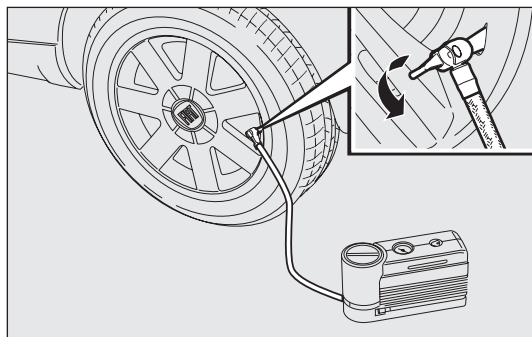
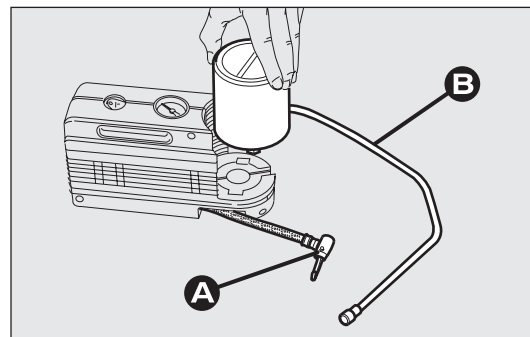

fig. 138
fig. 139
Le compresseur peut être utilisé dans le seul but de rétablir la pression. Dégager le raccord A-fig. 139 du spray et le brancher directement sur la valve du pneu fig. 138 ; de cette manière l'aérosol ne sera pas relié au compresseur et le liquide anti-crevaisson ne sera pas injecté.
- libérer l'embout A-fig. 139 ;